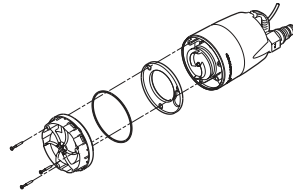

Рис. 10 Демонтаж деталей, находящихся в днище насоса
3. Демонтировать детали, находящиеся в днище насоса, смотрите рис. 10.